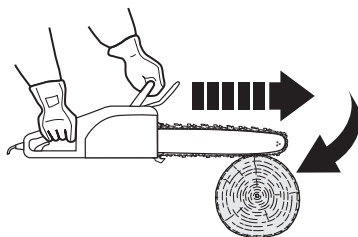

Fig.27
1. Si la chaîne [3] est pincée au niveau du bord inférieur du guide-chaîne (4), l'appareil peut être projeté brutalement vers l'avant (Fig. 27).